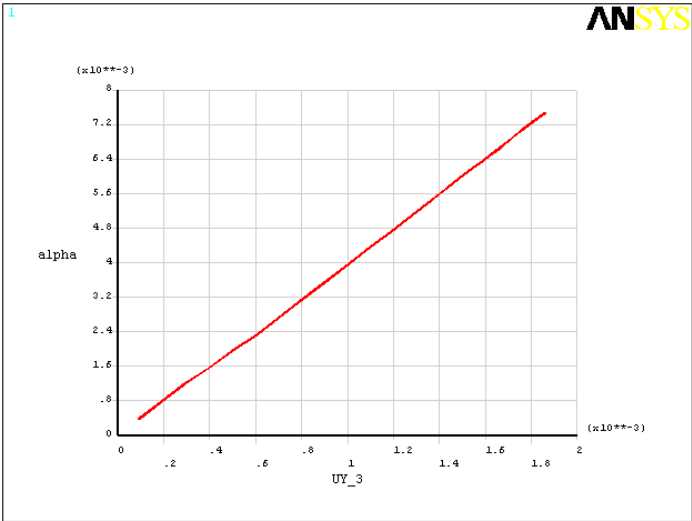

图7.25 修改后的坐标轴标签
- (4) 在【X-axis label】文本框中输入 X 轴的标签【UY\_3】，在【Y-axis label】文本框中输入 Y 轴的标签【alpha】，然后单击【OK】按钮关闭对话框。
- (5) 在图形视窗中单击鼠标右键，选择【Replot】菜单，将重新绘制关系曲线，如图 7.25 所示。可以看出此时坐标轴标签已经修改过来了。